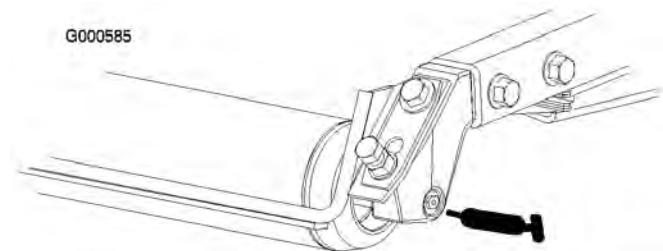

Bild 27
- Hintere Rollenlager (2 pro Mähwerk) (Bild 27)
Hinweis: Für die bündigen Nippel an den Rollen (Bild 27) ist ein Fettspritzenadapter erforderlich. Sie können es mit der Bestellnummer 107-1998 von Ihrem Toro Vertragshändler beziehen.